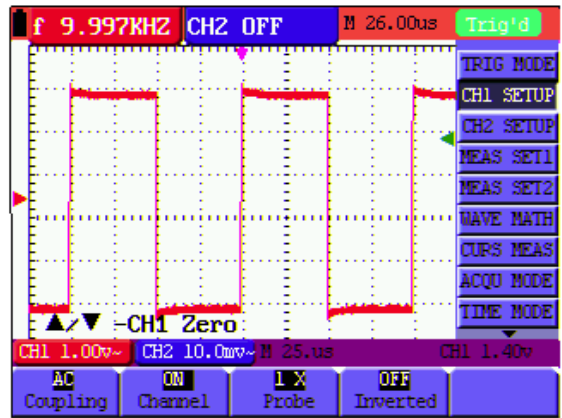

Рисунок 17. Связь по переменному току
3. Нажмите кнопку **F1**, чтобы выбрать опцию «AC». В левом нижнем углу экрана появляется значок связи по переменному току. (см. рисунок 17)